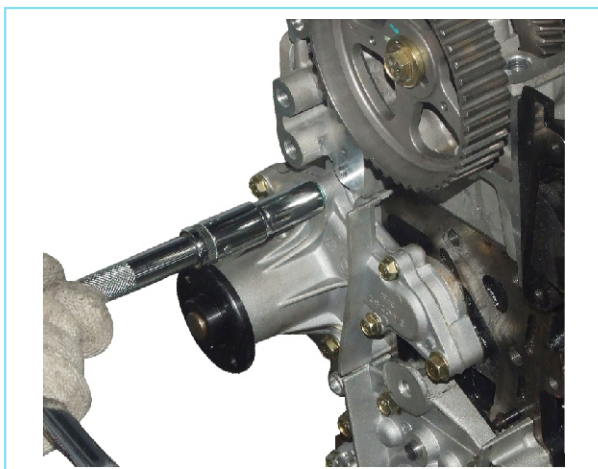

图2-101 安装水泵
(11) 安装油压开关
- ①给油压开关的第2或第3道螺纹涂抹粘合剂；
- ②用专用维修工具安装油压开关。
(12) 安装机油滤清器
(13) 安装水泵
- ①将新换的“O”型圈放在气缸上。
- ②用3个螺栓安装水泵，拧紧扭矩： $14\text{ N}\cdot\text{m}$ （参见图2-101所示）。